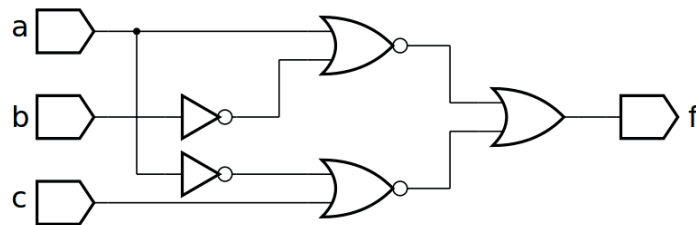
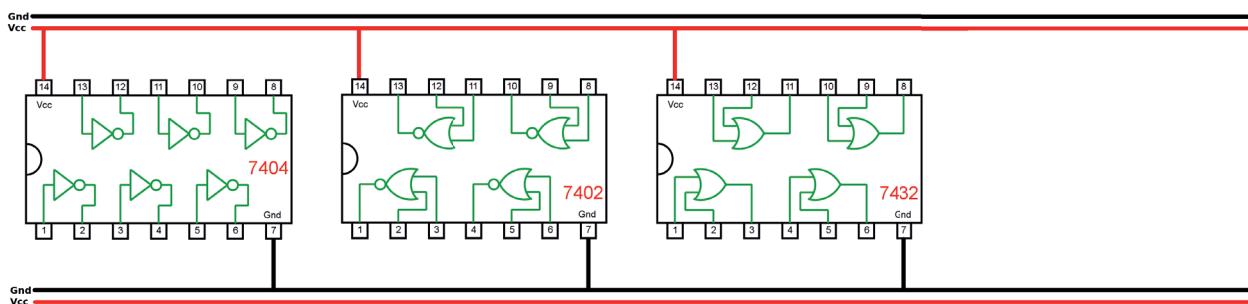

Figura 5.39 – Diagrama esquemático.
Figura 5.40 – Disposição dos componentes (TTL) para a placa de montagem.
1. Complete as ligações na figura 5.40 ou 5.41 de acordo com a figura 5.39.
5. Utilize um programa de simulação em computador (SmartSim, Atanua, Qucs) faça a simulação do circuito da figura 5.39. Compare os resultados com a tabela 5.17.
6. Escreva a equação booleana do circuito da figura 5.39 e simule no programa para o Arduino.